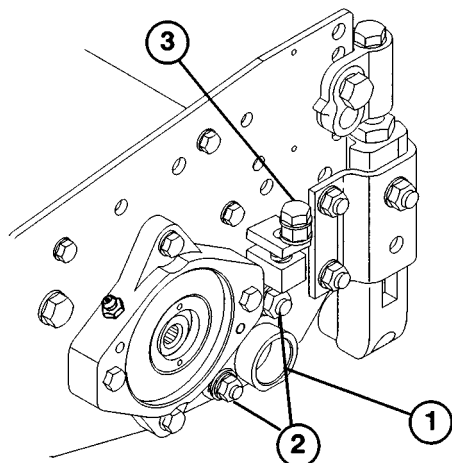

Bild 4
5. Die (2) Sicherungsmuttern etwas lockern, mit denen die Gelenknabe an der linken Seitenplatte abgesichert wird (Bild 4).
6. Die Einstellschraube der Gelenknabe drehen, bis an der linken Seite eine etwas größere Lücke zwischen den Spindelmessern und dem Untermesser entsteht als an der rechten Seite (Bild 4).